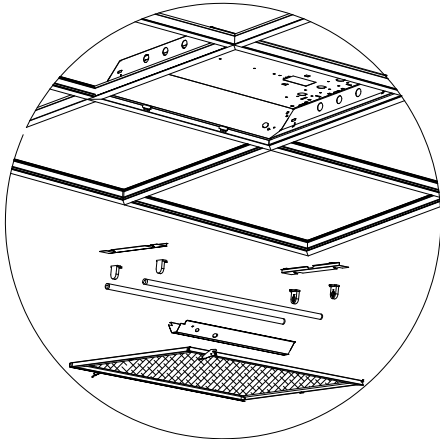

Fig. 1
- 1** Antes de la instalación, desconecte toda la energía al accesorio. Remueva los accesorios existentes {lentes/bastidor del lente, lumbrera parabólica, reflectores/cubiertas de balastra, soportes, lámparas/sujetador de lámpara}. Deje los cables de alimentación y tierra. (Fig. 1)